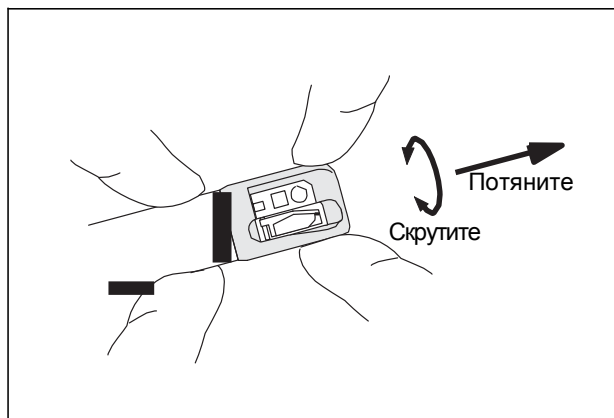

Рис. 3.24
10. Аккуратно потяните за дистальную оболочку и убедитесь, что оболочка и дистальный конец эндоскопа не отсоединены (Рис.3.24).
11. Аккуратно поверните дистальную оболочку в обоих направлениях и убедитесь, что та не сползает с дистального конца (Рис. 3.24).